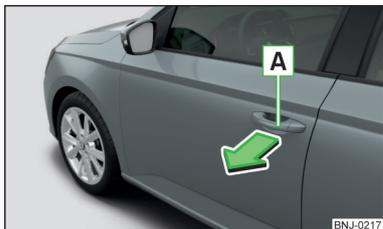

Fig. 33
- Para **abrir do lado de fora**, destrancar o veículo e puxar o manípulo da porta **[A]** no sentido da seta » Fig. 33.